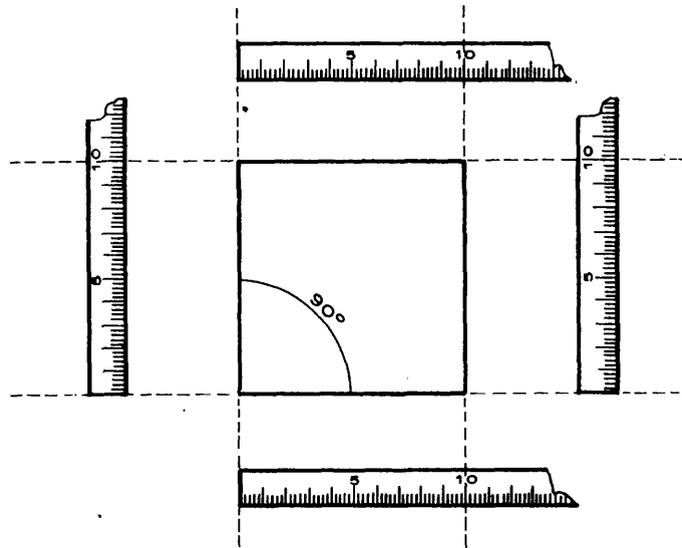

Fig. 9
c) Los lados opuestos son paralelos (fig. 9).